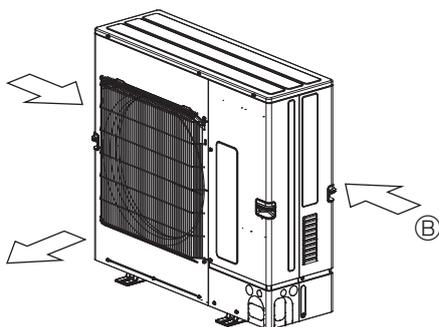

Fig. 2-6
- ③ Εγκαταστήστε τη μονάδα με τρόπο ώστε ο αέρας που βγαίνει από το στόμιο εξαγωγής να φυσά κάτω σε σχέση με την κατεύθυνση του ανέμου, εάν αυτό είναι δυνατό. (Fig. 2-6)